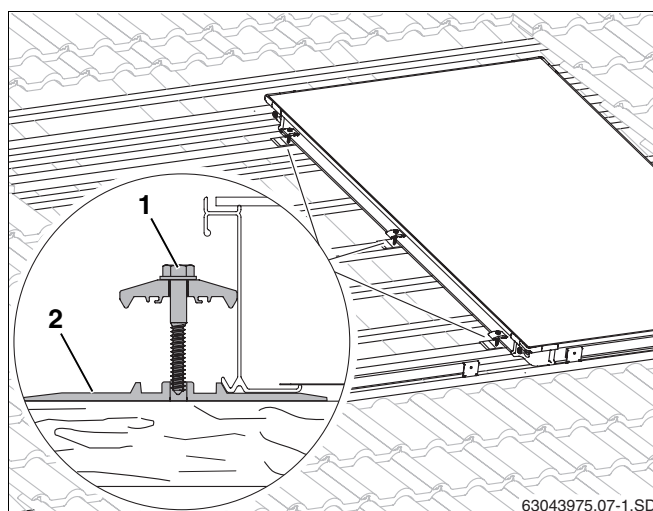

Fig. 26 Giunti di collegamento bilaterali sul primo collettore
- Sollevare leggermente il collettore e spingere fin sotto il collettore le piastre di rinforzo (fig. 26, **pos. 2**) con i relativi giunti di collegamento bilaterali del 2° e del 3° listello aggiuntivo, nonché quelle al centro del collettore di un listello preesistente, finché l'alzata non urta contro il bordo inferiore del collettore.
- Per permettere l'inserimento della vite (fig. 26, **pos. 1**) è necessaria una sgrossatura con una punta da trapano da 4 mm. Come punti di riferimento utilizzare le tacche della piastra di rinforzo.